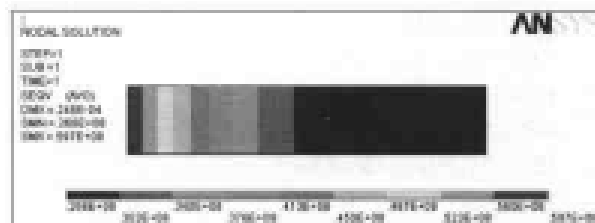

图 13-20 等效应力场分布等值线图
(4) 选择 Main Menu | General Postproc | Plot Result | Contour Plot | Nodal Solu 命令, 出现 Contour Nodal Solution Data 对话框, 选择 Nodal Solution | Stress | von Mises stress 选项, 单击 OK 按钮, ANSYS 窗口显示等效应力场分布等值线图, 如图 13-20 所示。